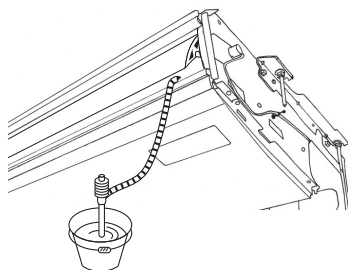

Fig. 5-3
1. Прикріпіть з'єднувальну муфту ⑤, яка входить в комплект блока, до дренажного отвору на блоці за допомогою полівінілхлоридного клею.
2. Натягніть покриття ⑥, яке входить в комплект блока, на з'єднувальну муфту ⑤.
3. Прикріпіть зовнішню дренажну трубу (VP-20) з'єднувальної муфти ⑤ за допомогою полівінілхлоридного клею.
4. Обмотайте покриття ⑦, яке входить в комплект блока, навколо дренажної труби (слід обмотати стики стрічкою).
- С Покриття муфти ⑤
- Д З'єднувальна муфта ⑤
- Е Покриття дренажної труби ⑦
5. Перевірте належне функціонування дренажу. (Fig. 5-3).